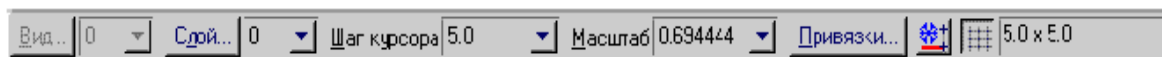

Рис.4.2
Сетка в Строке текущего состояния системы. При этом кнопка останется нажатой (Рис.4.2).
3. Включите отображение сетки на экране. Кнопка сетки в Строчке текущего состояния (Рис.4.2)